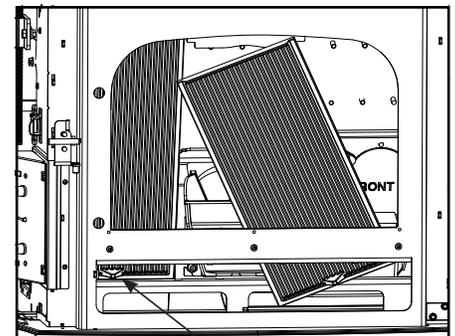

Figure 2.3a Lifting tab
4. Pliez le haut de l'échangeur de chaleur vers l'ouverture de la porte jusqu'à ce qu'il puisse être relevé et éteint. Figure 2.3a